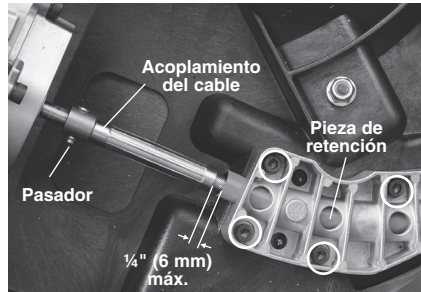

Figura 2 – Instalación de la pieza de retención del cable
3. Quite los sujetadores de la pieza de retención del cable y la pieza de retención (Figura 2).
6. Para ensamblar el conjunto, proceda al revés. Asegure que la vaina cubra el cable. No debe quedar expuesto más de 1/4" (6 mm) de cable (vea la Figura 2). Apriete bien todos los tornillos.